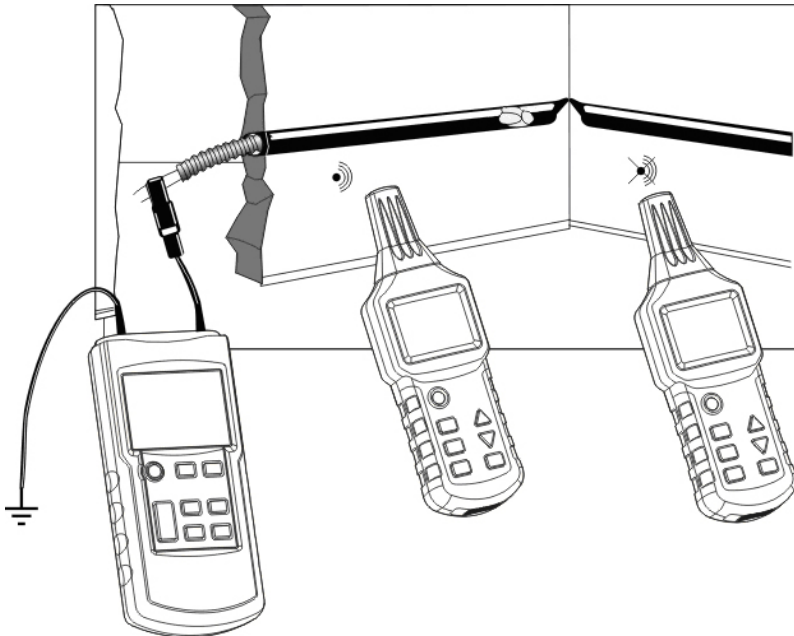

Fig.14
- Sändaren ansluts till ett metallisk spiralformigt rör (flexibel metallisk slang eller rör) och till en hjälpjord såsom visas i fig. 14;